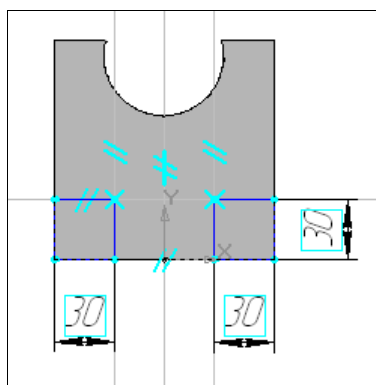

Рис. 18.27. Эскиз для вырезания боковых граней
- ◆ выделите большую грань для создания эскиза. На этой грани создайте эскиз в виде двух прямоугольников с размерами 30×30 (рис. 18.27);